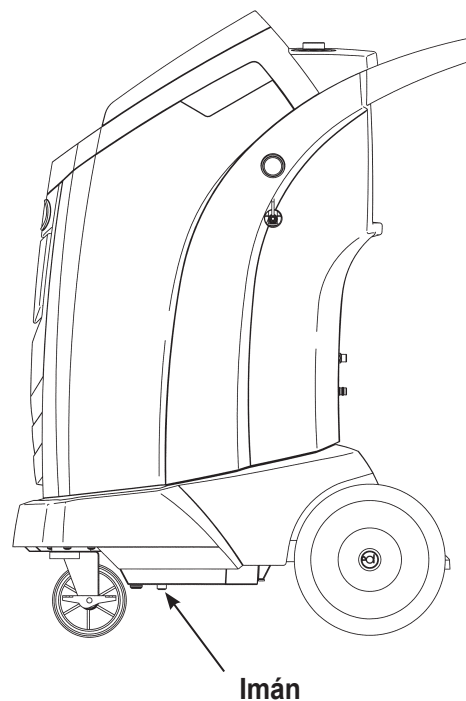

Figura 20
2. Consulte la Figura 20 y verifique que el imán en la parte inferior de la máquina esté limpio.